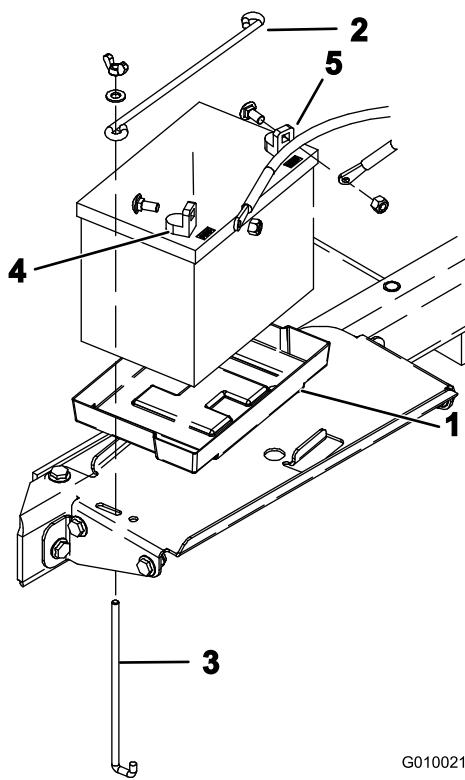

図 6
8. バッテリー・ボックスのトレーにバッテリーを載せる(図6)。この時、端子が車体の外側へ向くようにする。
9. 横棒(2本)、縦棒(2本)、平ワッシャ、蝶ネジ(2個)でバッテリーを固定する(図6)。
10. プラス（赤）ケーブルをプラス（+）端子に、ボルトと蝶ナットで固定し（図 6）、次に、マイナス（黒）ケーブルをマイナス（-）端子に接続し、ボルトと蝶ナットで固定する（図 6）。ショート防止のために（+）端子にゴムキャップをかぶせる。